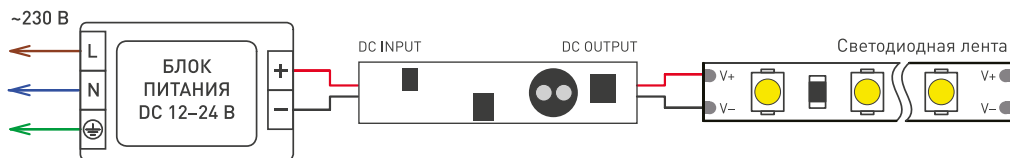

Рис. 3. Схема подключения выключателя SMART-HAND
3.3. Подключите выключатель согласно схеме на рис. 3.